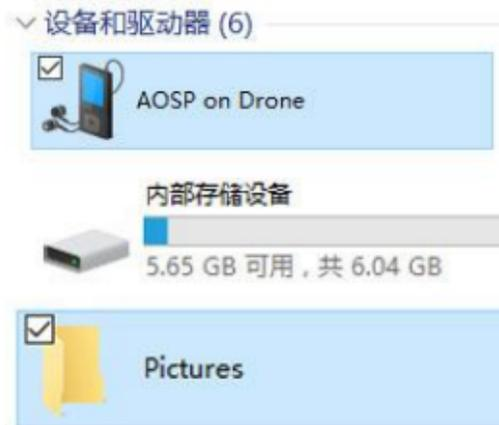

图 17
4. 双击内部存储图标将出现仪器内部文件夹，找到图片文件夹 Pictures 或 PDF 文件夹,即可浏览保存过的拍摄图像和 PDF 输出报告，可以通过拷贝等方式将图像导出至外部存储器中。(如图 17)